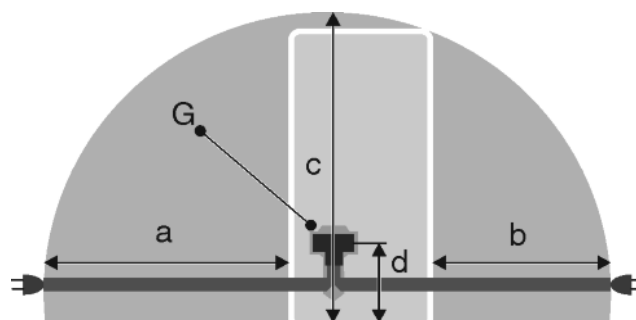

Fig. 21
- La prise de courant est en dehors de la zone postérieure de l'appareil dans la zone concernée. *Fig. 21 (a, b, c)*
- ▶ Introduire la fiche de l'appareil *Fig. 21 (G)* au dos de l'appareil. Veiller à ce qu'elle s'introduise correctement.